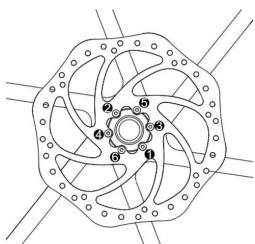
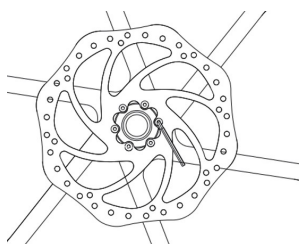

Figure 2-1 Séquence de serrage du disque et des vis de fixation du disque
Figure 2-2 Clé hexagonale de 3 mm pour serrer la vis de fixation du disque
① Installez le disque de frein sur le moyeu, en vous assurant que la marque sur le disque de frein est orientée vers l'extérieur (le sens de rotation de la roue est cohérent avec le sens de la flèche du disque), puis serrez les vis de fixation du disque à moitié serrées. Pour assurer la planéité du disque, les vis du disque doivent être serrées en alternance dans des positions relatives.
② Portez des gants de protection, appliquez une certaine force sur le disque dans le sens des aiguilles d'une montre et serrez les vis de fixation du disque dans l'ordre diagonal (comme indiqué dans la Figure 2-1 et la Figure 2-2).
③ Couple de serrage de la vis de fixation du disque 60 kgf·cm (52 lbf·in).